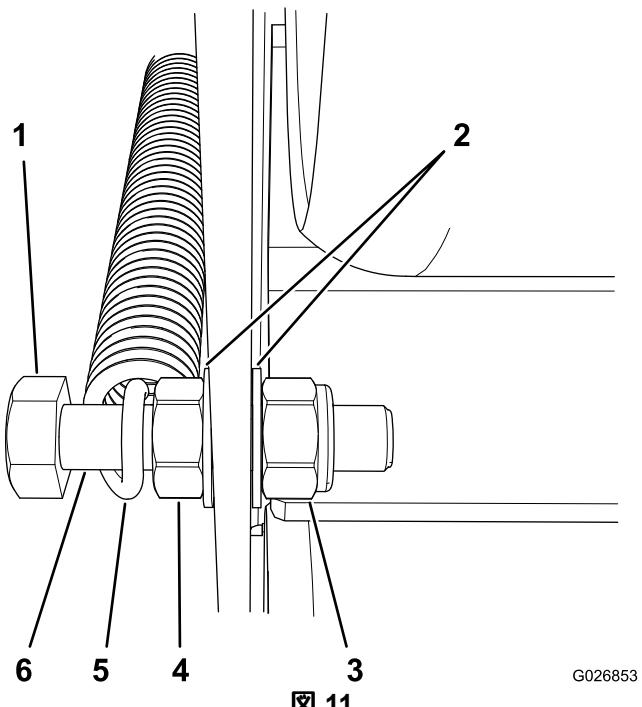

図11
11. 2スプリングのそれぞれを、ステアリングヘッドに取り付ける先ほど外したボルト・ナット類を使用する図11を参照。